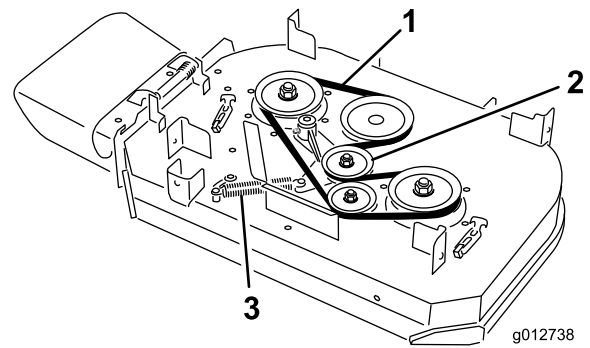

Figure 63
4. Décrochez le ressort du tenon d'ancrage sur le bras de la poulie de tension (Figure 63).
5. Enlevez la courroie usée du tablier de coupe (Figure 63).
6. Montez la courroie neuve sur la poulie d'embrayage, les poulies du tablier de coupe et la poulie de tension (Figure 63).
7. Accrochez le ressort au tenon d'ancrage sur le bras de la poulie de tension (Figure 63).
6. Montez la courroie neuve sur les poulies du tablier de coupe et la poulie de tension (Figure 63).
5. Décrochez le ressort du tenon d'ancrage sur le bras de la poulie de tension (Figure 63).
6. Enlevez la courroie usée du tablier de coupe (Figure 63).
7. Montez la courroie neuve sur les poulies du tablier de coupe, la poulie d'embrayage et la poulie de tension (Figure 63).
8. Montez le ressort sur le tenon d'ancrage (Figure 63).